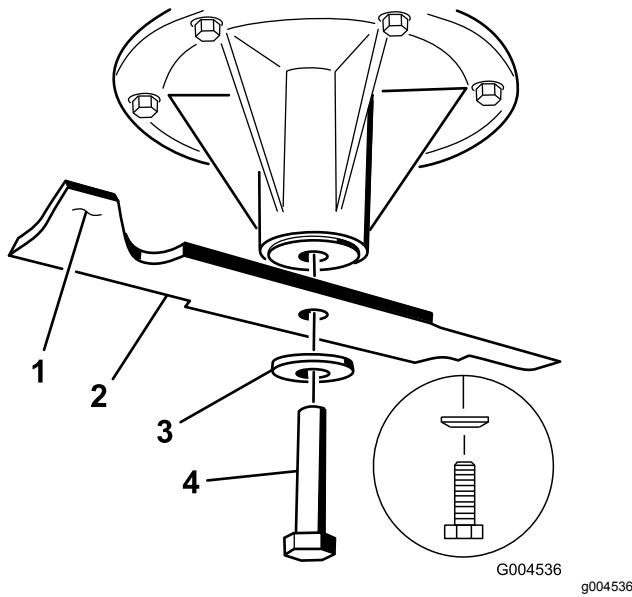

図 77
- スピンドルシャフトにブレードを取り付ける(図 77)。
- 湾曲ワッシャとブレードボルトを取り付ける図 77。
注 湾曲ワッシャは、円錐先端側をボルトの頭に向けて取り付ける図 77。